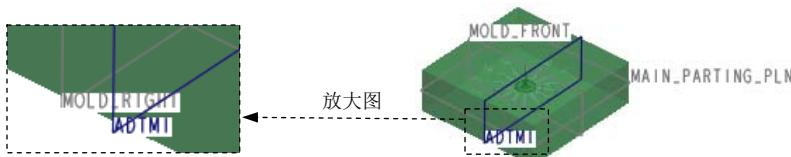

图 23.15 基准面 ADTM1
(1) 创建图 23.15 所示的基准平面 ADTM1。单击^{模具}功能选项卡^{基准}区域中的“平面”按钮[□]，选取 MOLD_RIGHT 为参考，定义约束类型为^{偏移}，偏移值为 40；单击“基准平面”对话框中的^{确定}按钮，完成 ADTM1 基准平面的创建。